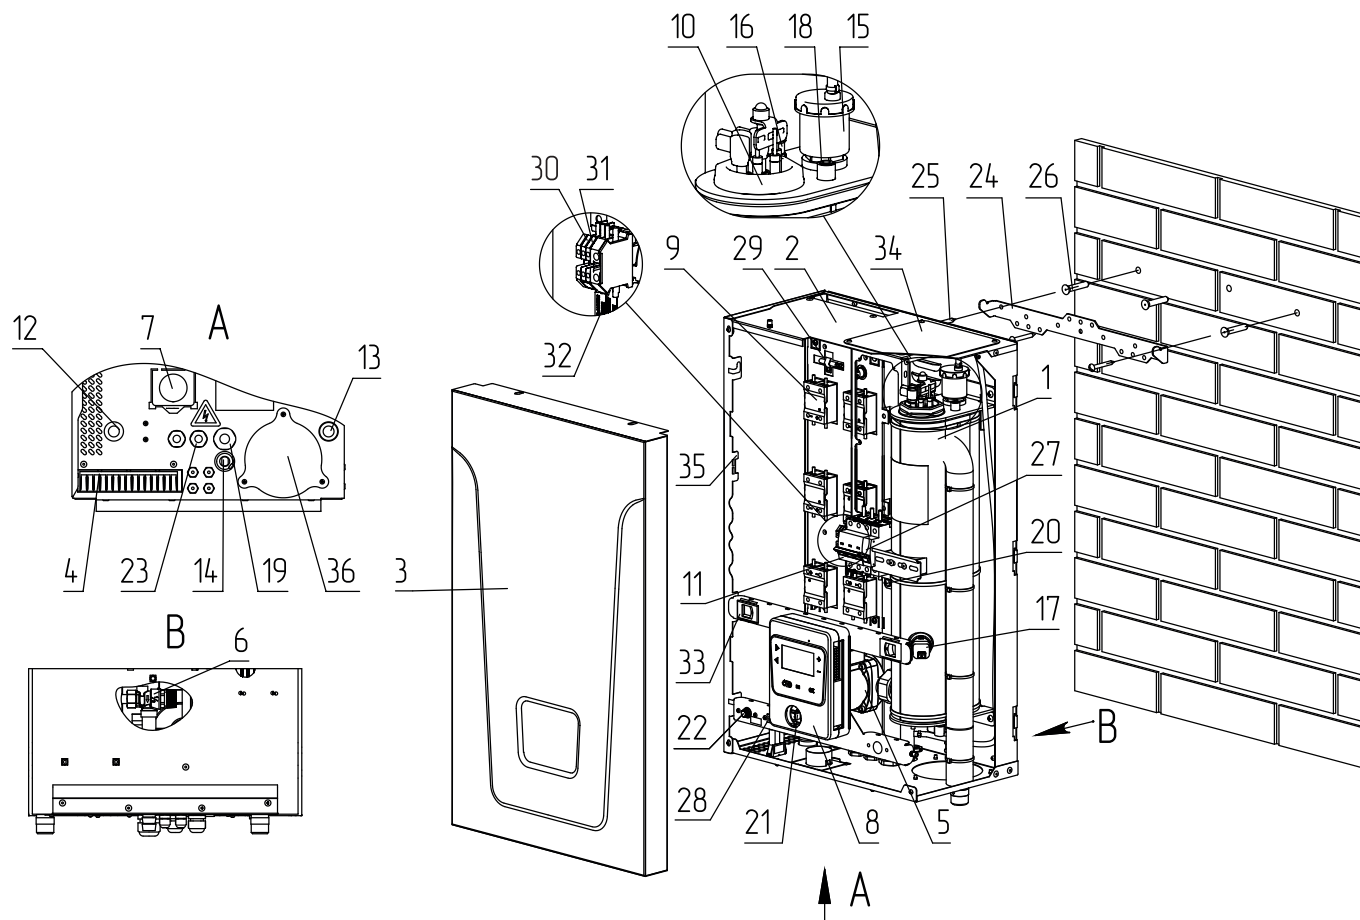

Рис.1 Конструкция котла
- установки запорной арматуры на линии отвода теплоносителя из предохранительного клапана электрического котла (**Рис.1, 2, поз.14**);
- Категорически запрещается устанавливать запорную арматуру на патрубках сброса теплоносителя из предохранительного клапана электрического котла (**Рис.1, 2, поз.14**).